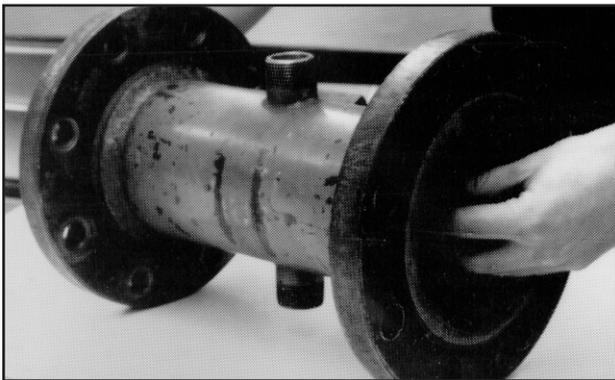

Figure 18
10. Placer le débitmètre à turbine en position horizontale, figure 18. Tenir sois le stator amont ou aval et déplacer les pièces internes latéralement. L'ensemble doit se déplacer d'environ 0,010 po à 0,032 po. Si l'ensemble a un mouvement latéral ou un jeu axial, cela indique que le roulement de plate-forme est bien verrouillé en place.